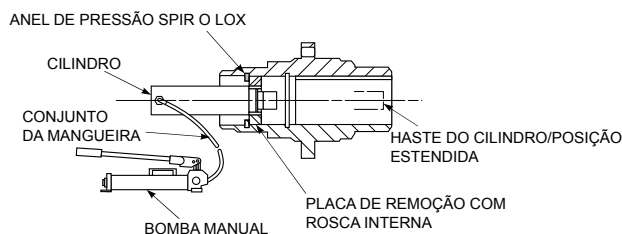

Figura 10
5. Consultando a Figura 10, insira a placa de remoção roscada (fabricada no local de acordo com as especificações da Tabela 6) e o anel Spir O Lox® (Tabela 5) no furo do eixo oco.